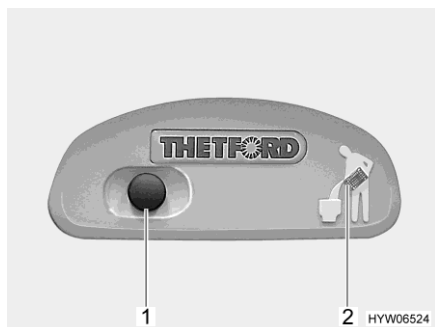
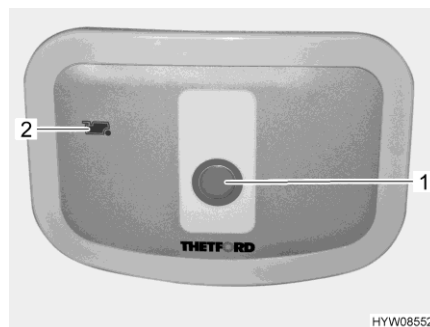

Bild 274 Spolknapp/kontrollampa Thetford-toalett
Bild 275 Spolknapp/kontrollampa Thetford-toalett (alternativ)
- För att spola, tryck på den blå spolknappen (Bild 274,1 resp. Bild 275,1).
Kontrollampen (Bild 274,2 resp. Bild 275,2) lyser när latrintanken måste tömmas.